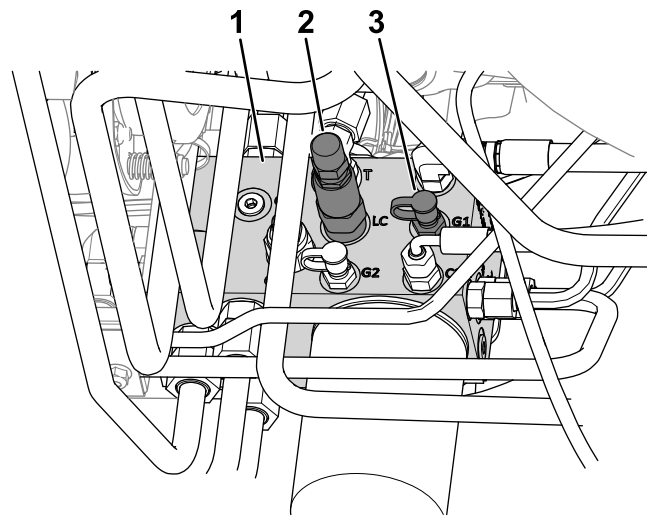

Figura 24
- Conecte un manómetro al punto de prueba (marcado G1; consulte Figura 24).
- Válvula de transferencia de peso (LC)
- En el lateral del distribuidor de elevación, retire el tapón del punto de prueba (marcado G1; consulte Figura 24).
- Afloje la contratuerca del extremo de la válvula de transferencia de peso (marcado LC; consulte Figura 24).